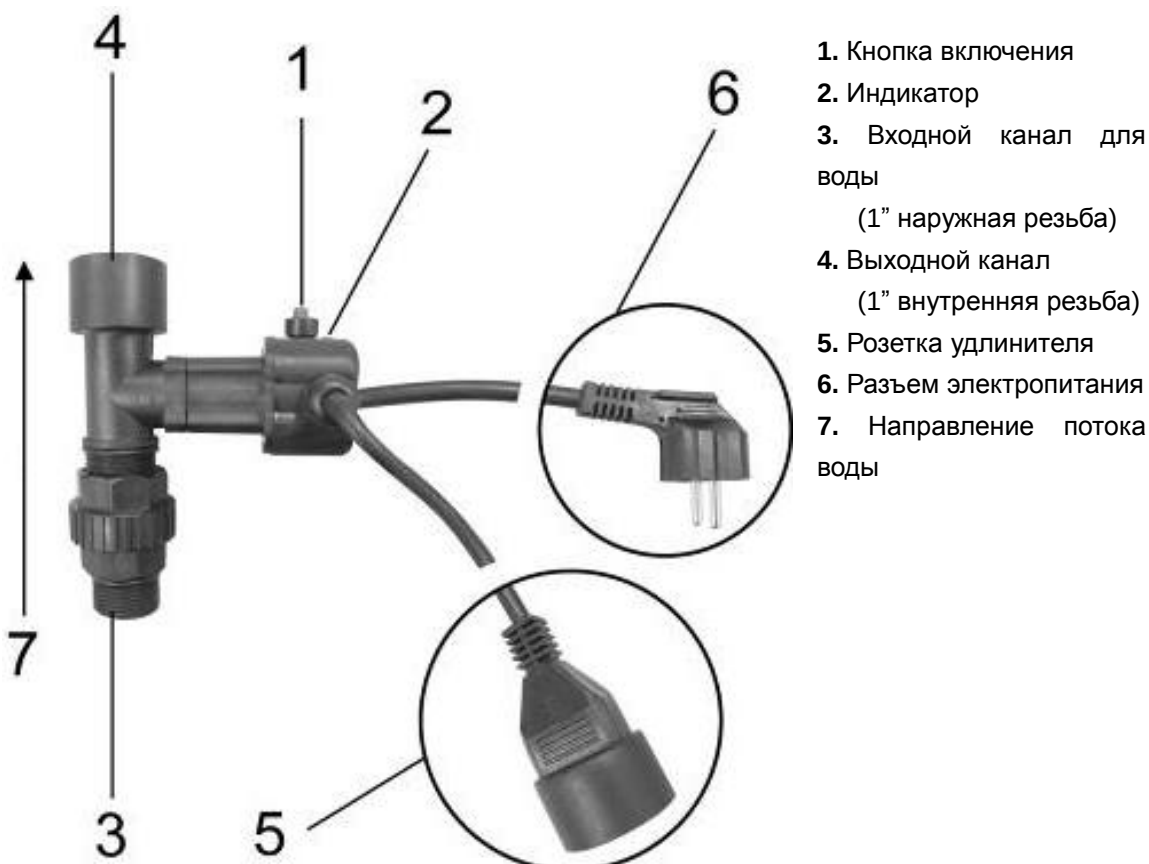

Рисунок 1
- 3.2 Подсоедините вилку насоса к розетке удлинителя (Рисунок 1, п.5)
- 3.3 Подсоедините разъем электропитания (Рисунок 1, п.6) к источнику питания 220В ~ 50Гц.
- 3.4 Нажмите и удерживайте кнопку включения (Рисунок 1, п.1)
При падении давления воды контакты реле размыкаются, насос автоматически останавливается, при этом загорается красный индикатор (Рисунок 1, п. 2)